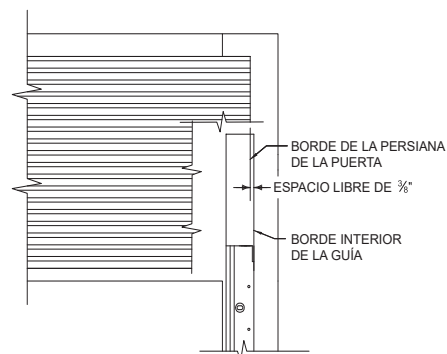
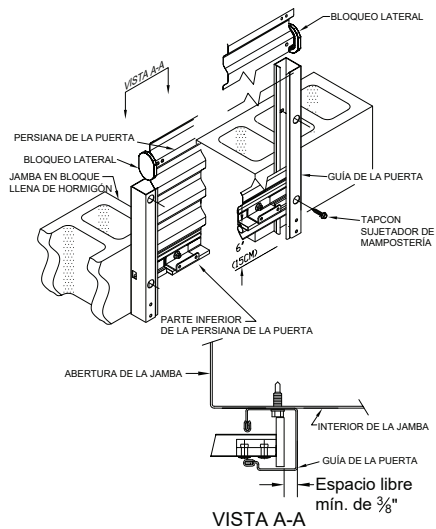
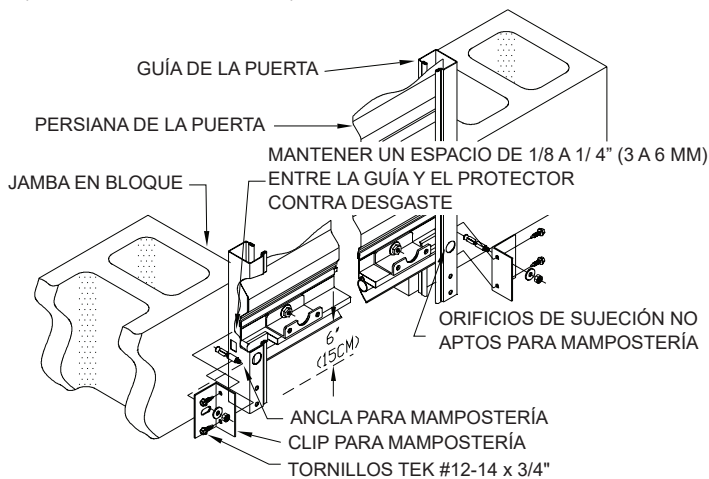

Figura 11.
Figura 12.
Figura 13.
7.3 Posicione las guías contra las jambas de acuerdo con el espacio libre que se indica en la Figura 11 (o en la Figura 12 si es el modelo que tiene bloques laterales). Asegure levemente la parte superior de cada guía a la jamba de la puerta. Esto permitirá que pueda ajustar las guías un poco a medida que se va completando la instalación de la puerta. **NO** instale los sujetadores restantes hasta que el ajuste sea el adecuado. Nivele una guía e instale un segundo sujetador en el orificio inferior, pero no lo apriete mucho. Si está montando en mampostería, instale los clips proporcionados como se indica en la Figura 13. Alinee los clips con los orificios a lo largo de la guía y al ras con la parte posterior de la guía. (Anclas de otros fabricantes).